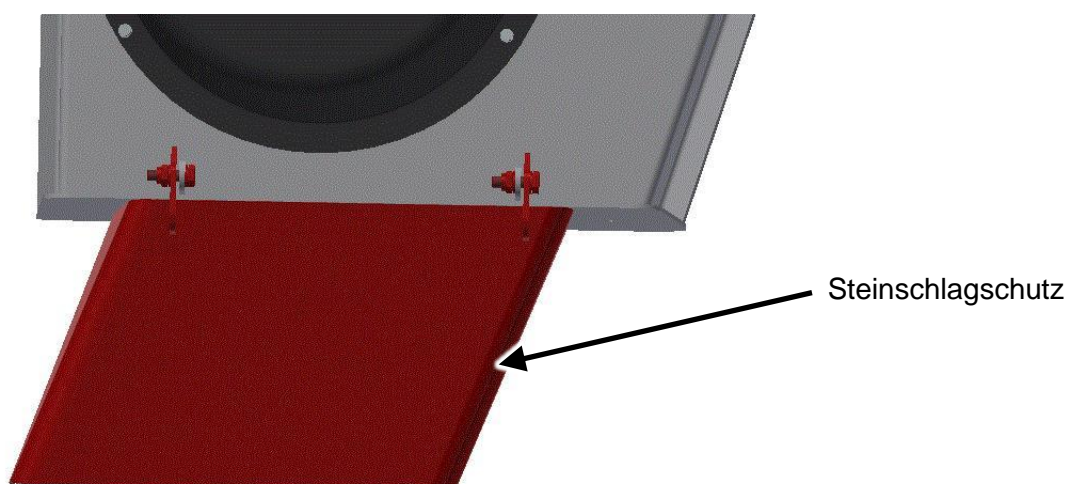

Abbildung 24: Steinschlagschutz am Seitenauswurf
**Wenn Sie den Seitenauswurf ohne Absaugstutzen verwenden, müssen Sie den Steinschlagschutz am Mähwerk montieren, mit den Stopmuttern sichern und herunterklappen. Es ist nicht erlaubt den Seitenauswurf ohne Steinschlagschutz (Abbildung 24) zu verwenden.**